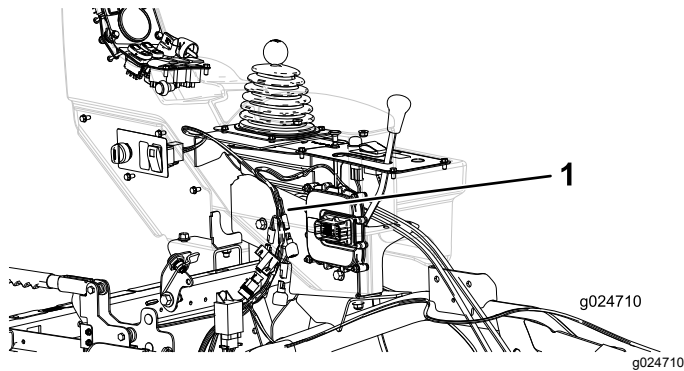

Figure 6
2. Acheminez le faisceau vers la console latérale (Figure 6).